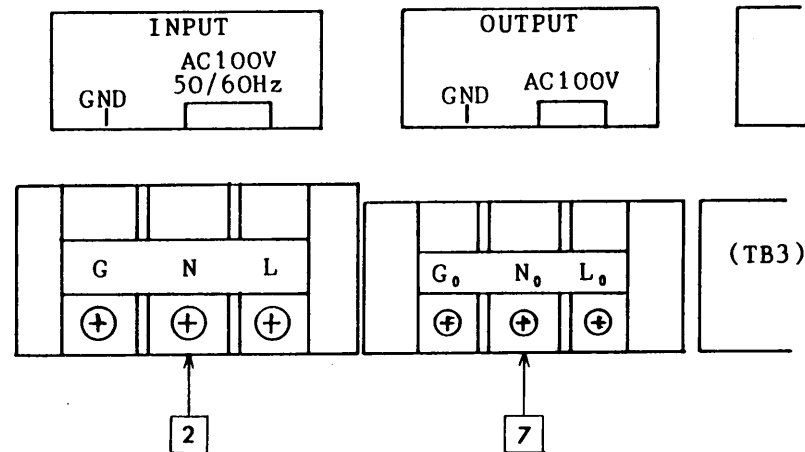

図 2-4-7 (実際の内部構造とは若干、異なります。)
- 3) 本体から板金 [5] を外すと、内部は図 2-4-7 の様になっています。入力ケーブルは圧着端子で端子盤 [2] にネジ M5 で止めてありますので、このネジをゆるめ、端子盤から入力ケーブルを外して下さい。
(図 2-4-7 を参照)